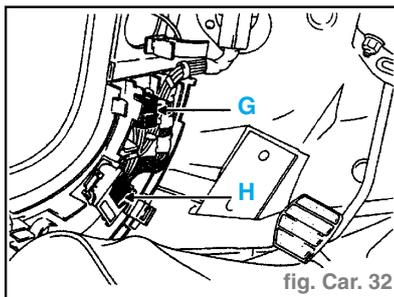

fig. Car. 32
- les connecteurs (G) et (H) et la masse (fig. Car. 32).